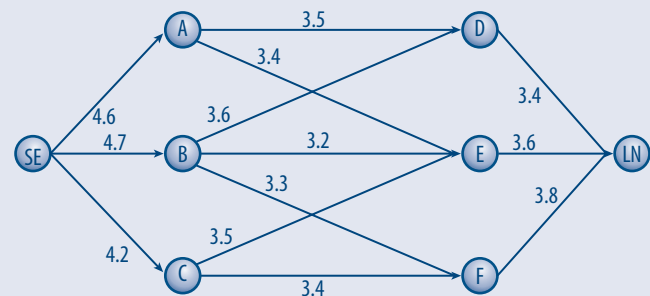

Figura A.57
5. Un vuelo está a punto de despegar de Seattle sin escalas a Londres. Existe cierta flexibilidad para elegir la ruta precisa, según las condiciones del clima. La siguiente red describe las rutas posibles consideradas, donde SE y LN son Seattle y Londres, respectivamente, y los otros nodos representan varios lugares intermedios. El viento a lo largo de cada arco afecta mucho el tiempo del vuelo (y, por ende, el consumo de combustible). Con base en el informe meteorológico actual, junto a los arcos en la figura A.57 se muestran los tiempos de vuelo (en horas). Debido al alto costo de combustible, la administración ha establecido la política de elegir la ruta que minimiza el tiempo total de vuelo. Formular este como un problema de la ruta más corta.
11. La figura A.57 representa diversos flujos que se pueden producir a través de la red de una planta de tratamiento de aguas residuales, los números en los arcos representan la máxima cantidad de flujo (en toneladas de agua residuales por hora) que se pueden acomodar. Formular un modelo de PL para determinar el flujo máximo de aguas residuales en toneladas por hora que pueden ser procesados por esta planta.